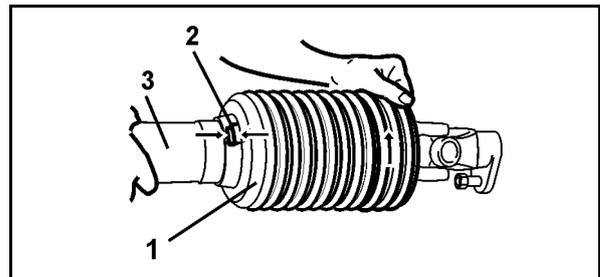

Fig. 51
3. Schutztrichter (Fig. 51/1) in die Montageposition drehen.
4. Schutzhälfte (Fig. 51/3) abziehen.